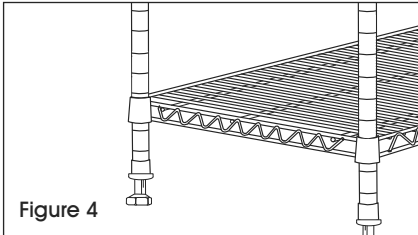

Figure 4
- Placez l'unité à l'endroit. Tapotez doucement la tablette vers le bas pour la fixer. (Voir Figure 4)